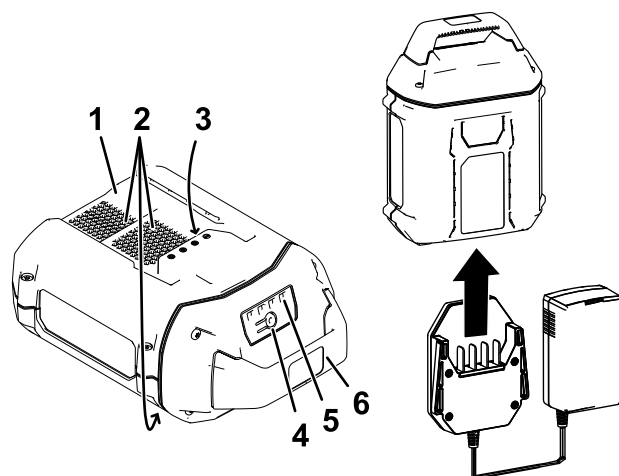

Figure 14
2. Placez le creux de la batterie (Figure 14) en face de la languette du chargeur.
3. Insérez le chargeur dans la batterie jusqu'à ce qu'il soit complètement enclenché (Figure 14).